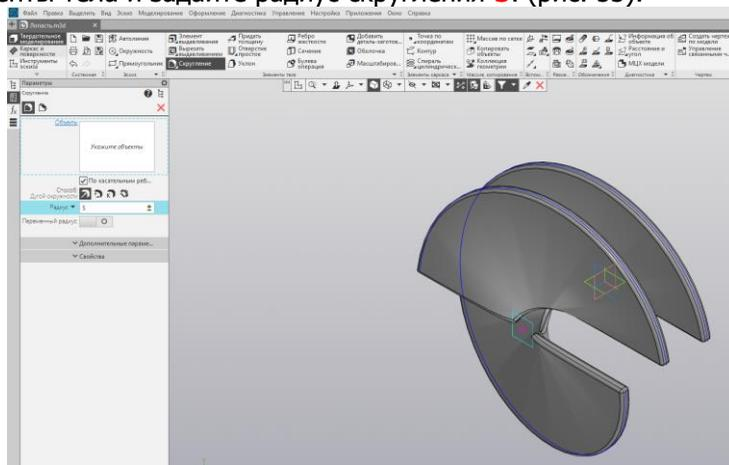

Рис. 53.
3) Нажмите кнопку **Скругление** на панели на панели Элементы тела и задайте радиус скругления **5**. (рис. 53).